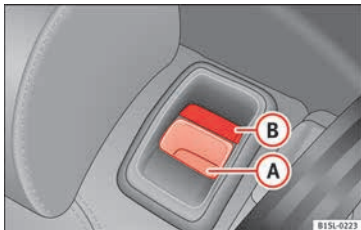

Abb. 132 Rücksitz: Entriegelungstaste **(A)**; rote Markierung **(B)**.
- Entriegelungstaste »» **Abb. 132 (A)** nach vorn ziehen und gleichzeitig die Rücksitzlehne vorklappen.